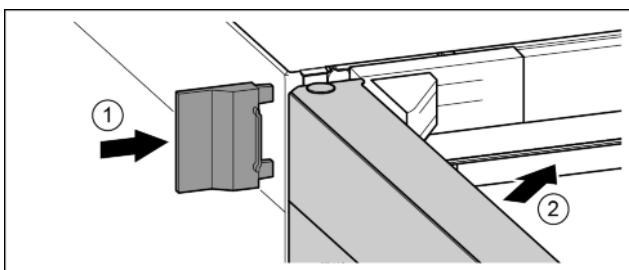

Fig. 24
- Uzbūdiet ārējo pārsegu. Fig. 24 (1)
- Aizveriet augšējās durvis. Fig. 24 (2)